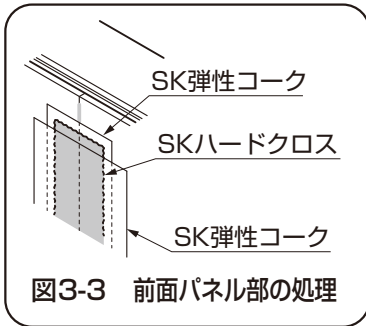
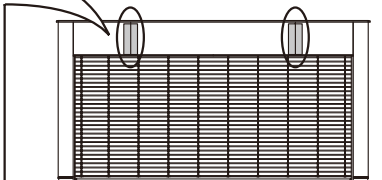

図3-3 前面パネル部の処理
図3-4
- ①ワイドシャッターS Cタイプの目地処理部は、側壁部分の出隅部に前面パネル部が加わります。(図3-3、図3-4参照)